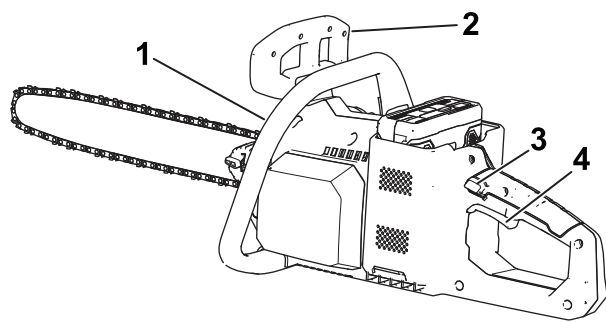

Figure 9
7. Tenez la poignée avant d'une main et la poignée arrière de l'autre, appuyez sur le verrou de gâchette puis serrez la gâchette (Figure 9).